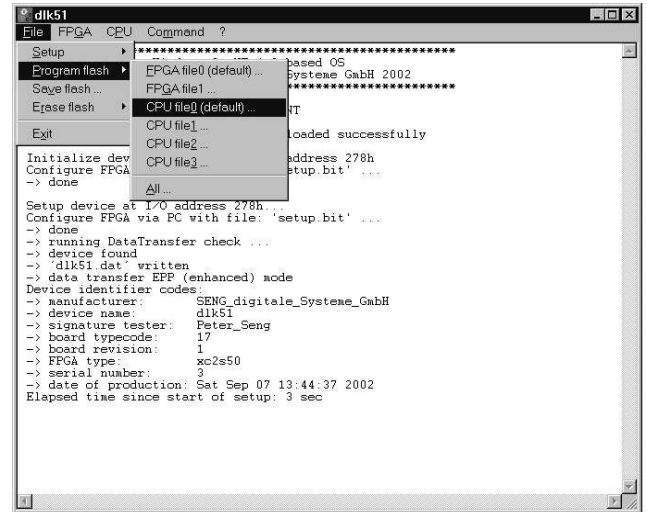

Abbildung 3
- PC Programme zur Systemverwaltung unter Windows, enthält Dynamic Link Library, Applikationsprogramm und Quellcode. Integrierter Kommandozeileninterpreter zur einfachen Integration kundenspezifischer Funktionen. (Abbildung 3 und Tabelle 3).